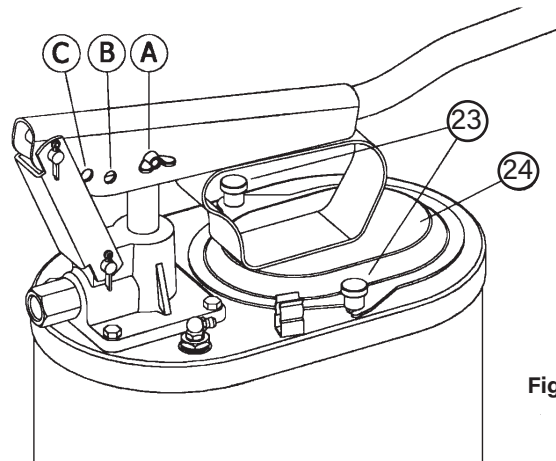

Fig. 3
1. To fill the container, lift up the lever and loosen the knurled screws (23) and slide aside the cover (24) (fig. 3).
1. Llene el depósito levantando la palanca, aflojando los tornillos moleteados (23) y deslizando la tapa (24) (fig. 3).